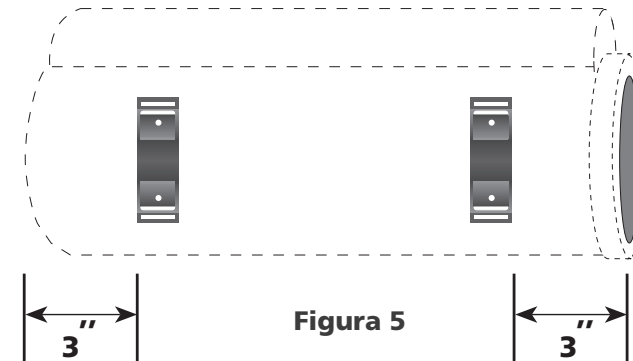

Figura 5
4. Mueva las bases hasta separarlas aproximadamente 3" de cada extremo como se indica en la figura 5.